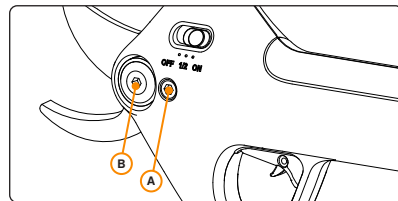

Figura 7. Retirada de la cubierta del engranaje.
2. Retire la cubierta del engranaje. Desenrosque los (2) tornillos Allen de 4 mm como se muestra en la figura 7